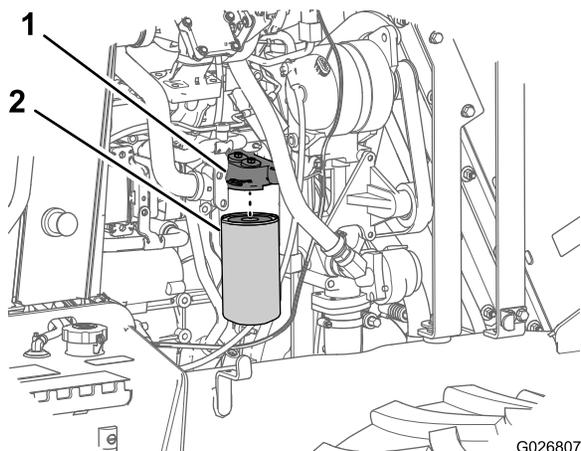

Figure 66
- Placez un petit bac de vidange sous le filtre à huile (Figure 66).
- Tournez le filtre à huile vers la gauche et déposez-le (Figure 66).
- Alignez le filtre à huile neuf sur la tête du filtre à huile, et tournez le filtre vers la droite jusqu'&#226; ce que le joint du filtre rejoigne la tête (Figure 66).
- Serrez le filtre à huile à la main de 3/4 à 1 tour supplémentaire (Figure 66).